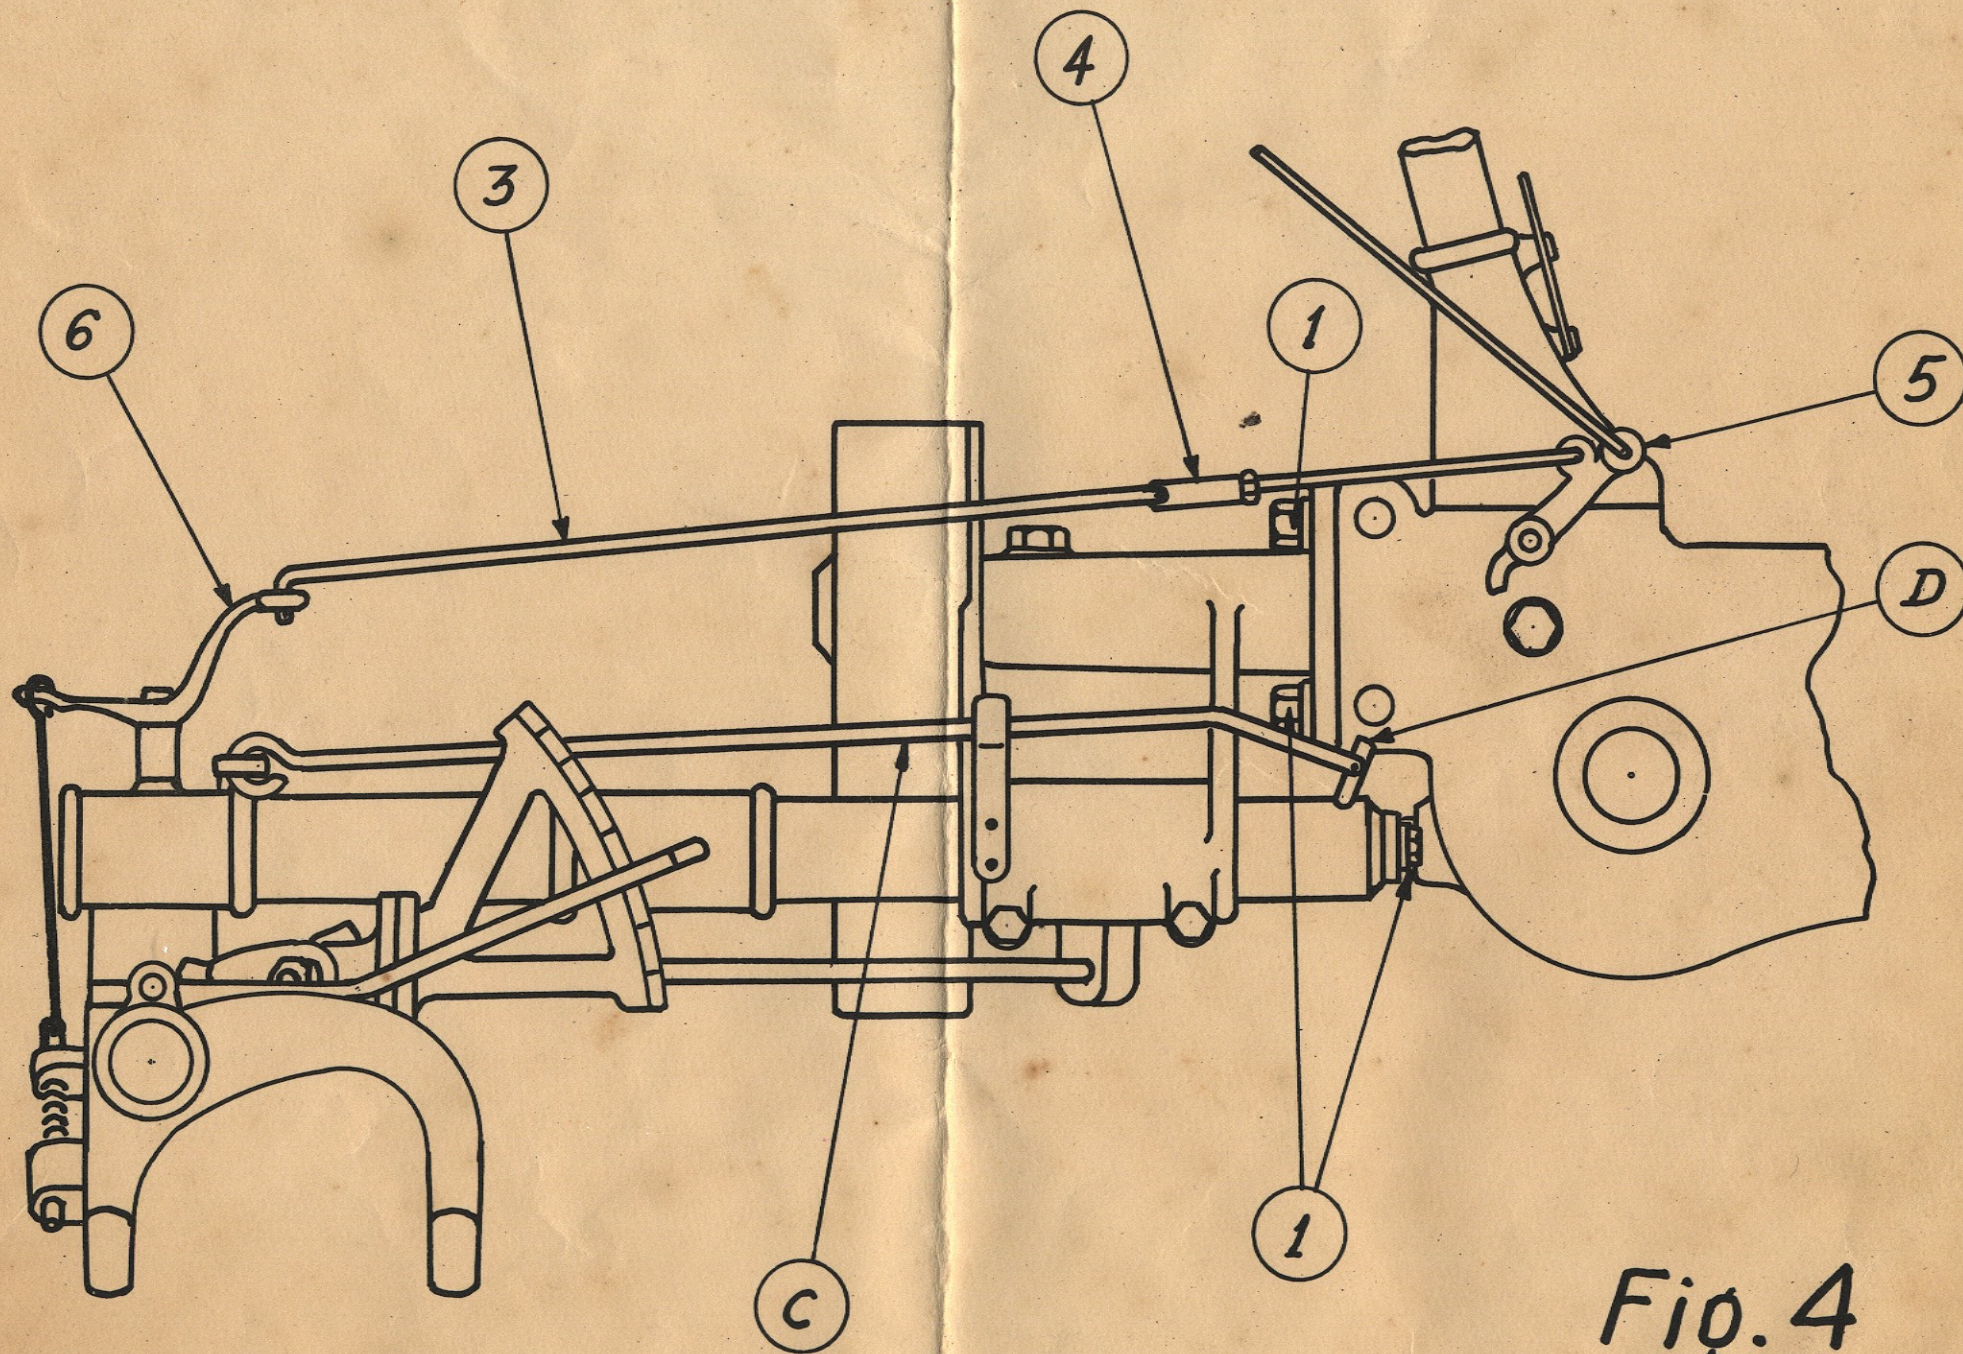

Fig. 4
3. Monter le corps de la faucheuse à la place de la queue de fraise. Faire attention de bien introduire les chevilles de centrage avant de bloquer les deux boulons marqués 1 sur la fig. 4.
4. Relier le système de sécurité avec le levier de débrayage. Voir fig.4. La tringle 3, qui est coudée à angle droit à chaque extrémité, est formée de deux tronçons reliés entre eux par le manchon 4. Introduire les deux extrémités de la tringle respectivement dans les œillets des leviers 5 et 6 et les arrêter au moyen des goupilles fendues qu'on avait, au préalable, dû retirer. C'est le petit tronçon de la tringle qui vient s'attacher sur le levier 5 du motoculteur. Il faut vérifier, une fois le montage de la faucheuse terminé et avant de l'utiliser, si le système de sécurité fonctionne normalement. Si la machine est correctement montée, il ne doit pas être possible :
7. Relevage du peigne - Pour relever le peigne, il faut avoir soin de mettre le levier de réglage de coupe A dans une position telle que le sabot repose à plat sur le sol, puis on relève le peigne et on le maintient dans sa position verticale en introduisant la barre C (fig.4) servant à cet usage et en abaissant ensuite le verrou D. Un dispositif de sécurité empêche de relever le peigne lorsqu'on n'a pas eu soin de débrayer au préalable la commande de la faucheuse. Ce dispositif rend également impossible la mise en marche du couteau lorsque le peigne est relevé.